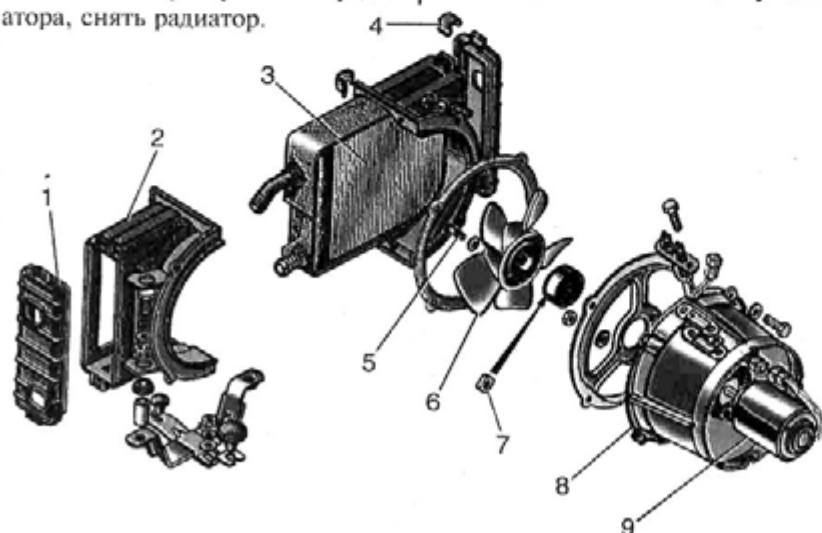

Рис. 9.21. Дополнительный отопитель:
Устройство дополнительного отопителя показано на рис. 9.21. Радиатор 3 дополнительного отопителя последовательно соединен с радиатором основного отопителя шлангами, закрытыми пластмассовым кожухом.
- отсоединить две пружинные скобы 4 (см. рис. 9.21) и снять крышку 1 кожуха;